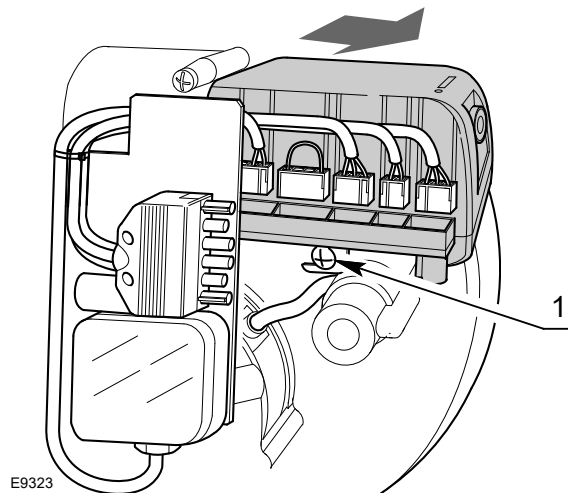

Fig. 16
- débrancher tous les connecteurs qui y sont reliés, la fiche à 6 pôles, les câbles de haute tension et le fil de terre (TB);
- dévisser la vis 1)(Fig. 16) et tirer l'appareil dans le sens de la flèche.
- visser la vis 1)(Fig. 16) avec un couple de serrage de $1 \pm 1,2$ Nm;